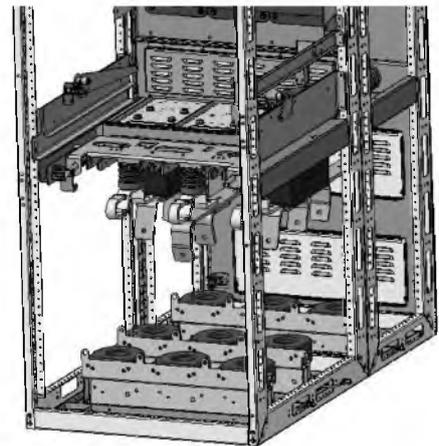

Рисунок 55 - Доступ к кабельной разделке через открытые двери отсеков линейного присоединения и выдвжного элемента при снятой горизонтальной панели
- через открытые двери отсека ВЭ и отсека линейного присоединения при снятой горизонтальной металлической перегородке, разделяющей отсеки (Рисунок 55).